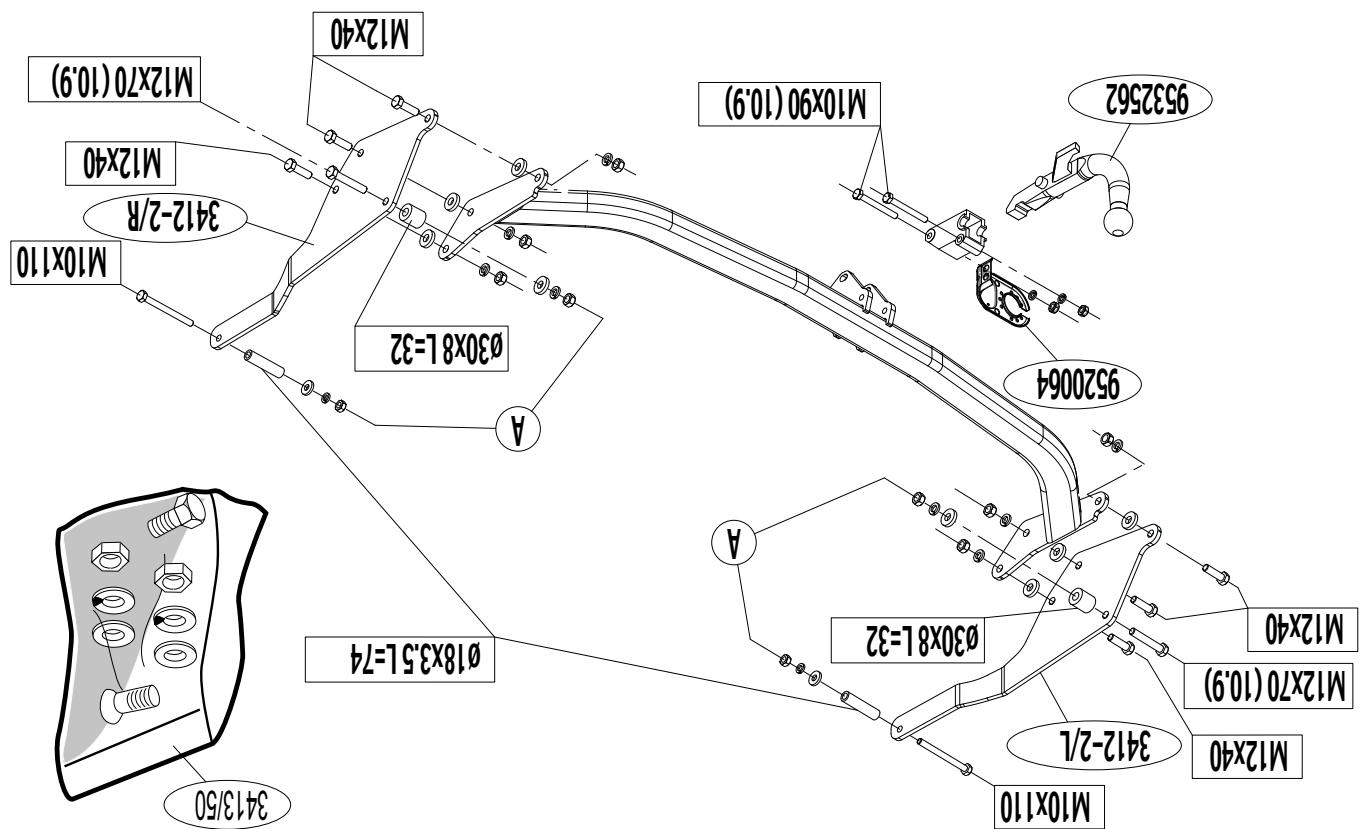

Fig. 1
3. Demonteer de kunststof beschermkappen (zie fig. 1).
3. Remove the plastic protective caps (see fig. 1).
4. Saw out the portions as indicated in fig. 1.
3. Die Kunststoffschutzkappen abmontieren (Siehe Abbildung 1).
4. Gemäß Abb. 1 die angegebenen Teile heraussägen.
5. Die Seitenwand (L) / (R) bei den Punkten A anlegen.
4. Säga ut delarna enligt fig. 1.
5. Placerar sidoplatan (L) / (R) vid punktarna A.